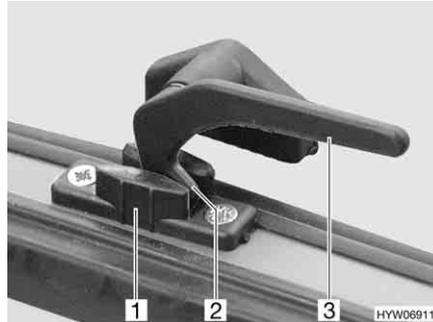

Bild 51 Verriegelungshebel in Stellung "Dauerbelüftung"
- in Stellung "Dauerbelüftung" (Bild 51)
- Den Verriegelungshebel (Bild 51,3) eine viertel Umdrehung zur Fenster-
(Bild 51,2) dabei in die Aussparung der Fensterverriegelung (Bild 51,1)